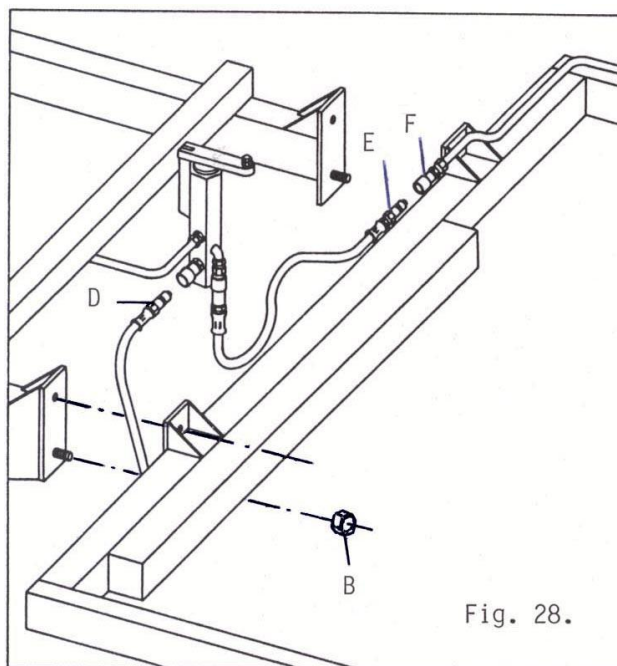

Fig. 28.
5. De 4 møtrikker B, løsnes (Fig. 28). Ved hjælp af hhv. støttehjulet og bagstøttebenet aflastes boltene B, så redskabet, når bolte/møtrikkerne er fjernet helt, kan køres ca. 10 cm fremad.
7. Herefter kan hydraulikslangerne (Fig. 28) omkobles således: